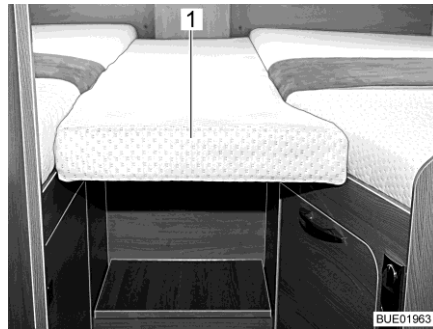
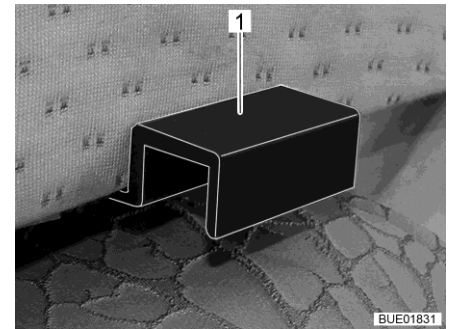

Bild 184 Extra dyna
Bild 185 Fäste extra dynor
- Häng extra dynan (Bild 184,1) med fästena (Bild 185,1) så att det blir en stängd sängytta i enkelsängarnas öppning.